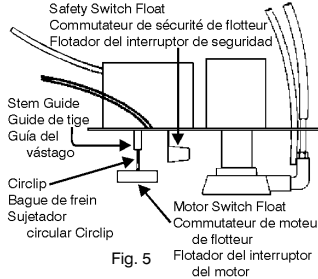

Fig. 5
3. Test motor switch by raising motor switch float with finger (Fig. 5). Motor should turn on just before circlip on stem contacts stem guide.
3. Tester le commutateur de moteur en levant le commutateur de moteur du flotteur avec le doigt (Fig. 5). Le moteur doit se mettre en marche juste avant que le ressort de la tige ne touche à tige de guidage.